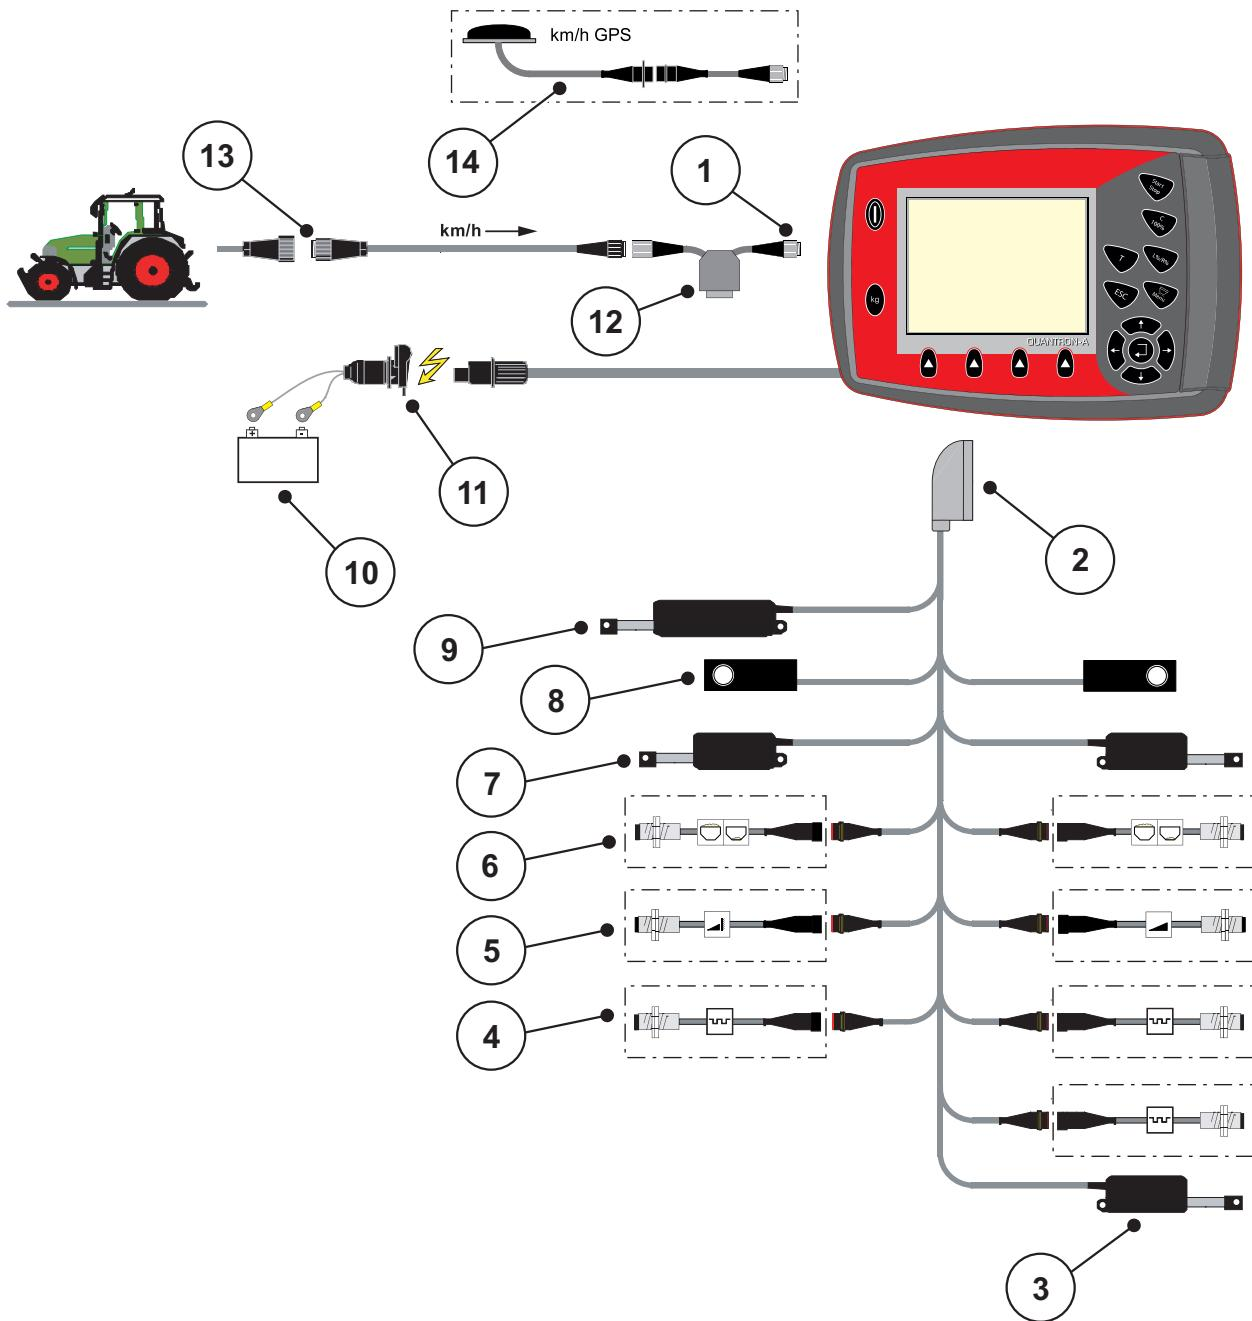
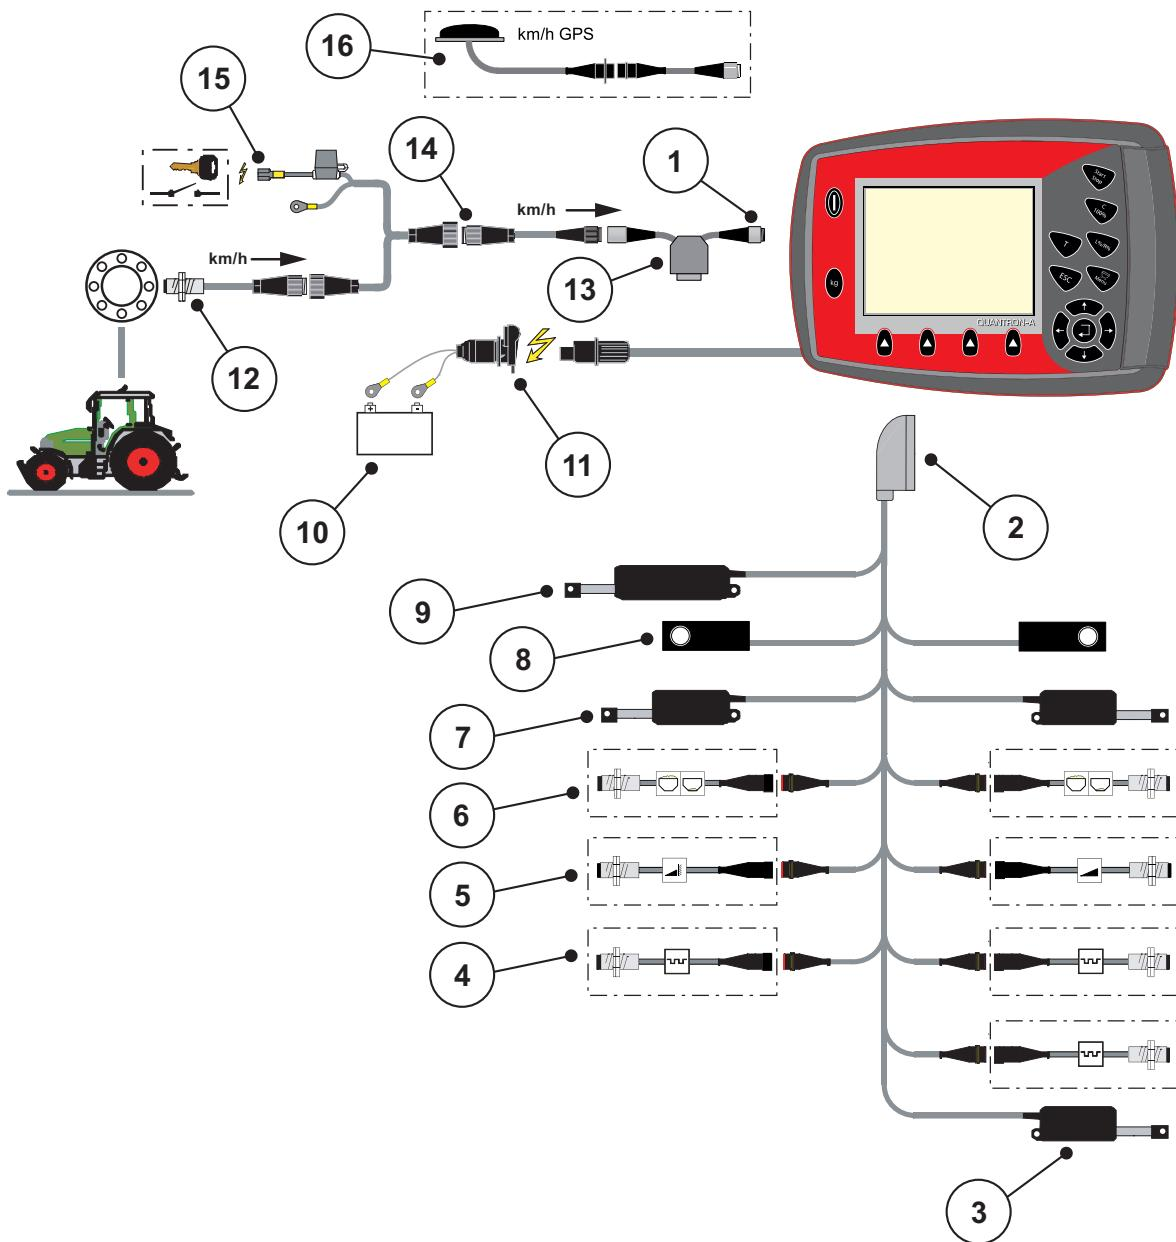

Figura 3.3: Schema dei collegamenti QUANTRON-A
Figura 3.5: Schema dei collegamenti QUANTRON-A
- Collegare l'unità di comando alla presa a 7 poli o al sensore di velocità di marcia (secondo la dotazione, vedi da figura 3.3 a figura 3.5).